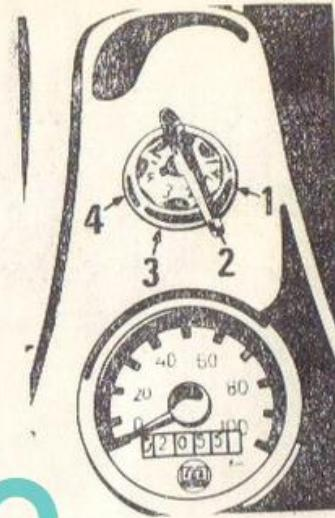

Fig. 5.
3. Introduceți cheia în îintrerupătorul principal (fig. 5) și roțiți-o în poziția „2”.
Intrerupătorul principal (fig. 5) conectează elementele instalației electrice (fig. 11), astfel :